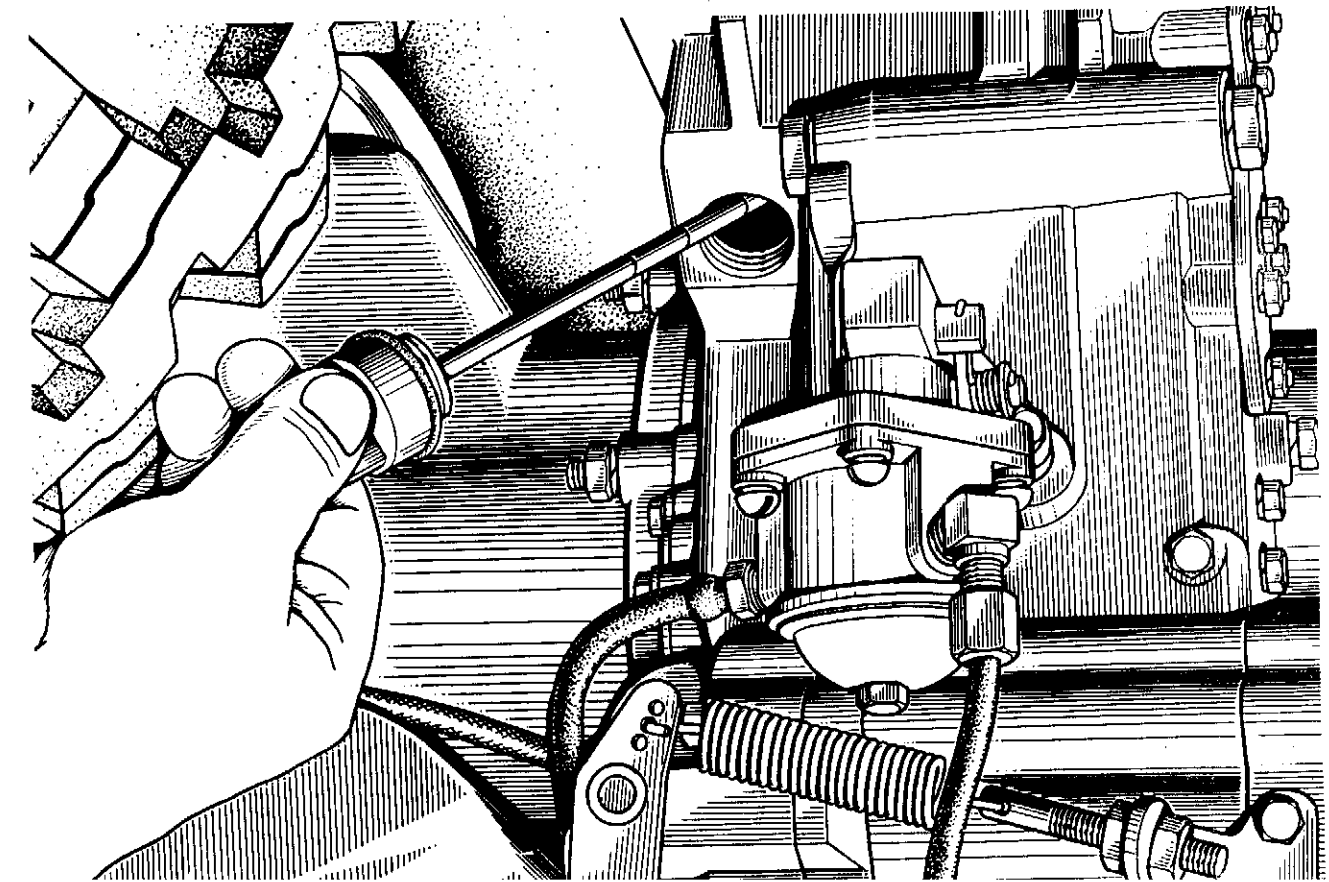

Рис. 26. Проверка уровня масла в картере двигателя.
1. Проверьте уровень масла в картере двигателя и при необходимости долейте (рис. 26)